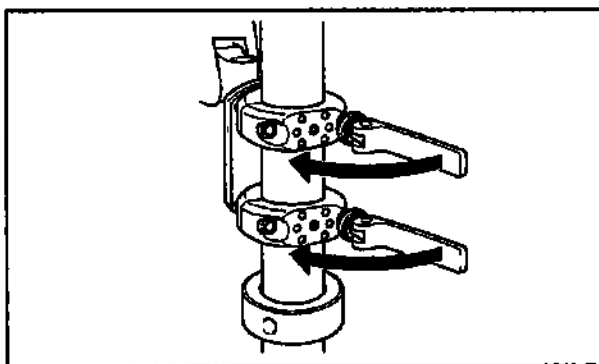

Рисунок 4.4
3. После установки высоты поверните рычаги зажима в направлении, указанном стрелками для фиксации зажима (см. рисунок 4.4).